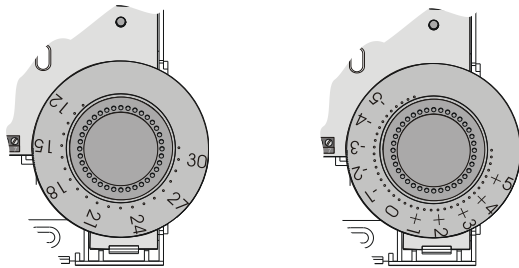

Abb. 3. Montageposition der Sollwertscheibe
6. Nur CLCM2T,4T,5T,6T: Stellen Sie sicher, dass sich der Aufdruck "30" (bei °C absolut Skala) oder "+5" (bei relativer Skala) auf der rechten Seite des Raumbediengerätes befindet (siehe Abb. 3).